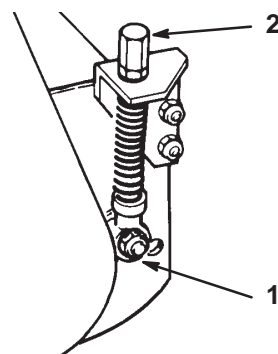

Fig. 13
2. Om det inte finns någon kontakt lossar du låsmuttrarna på justeringsdelarna (fig. 13). Vrid sedan bägge justeringsvreden medsols tills en lätt kontakt känns och hörs.